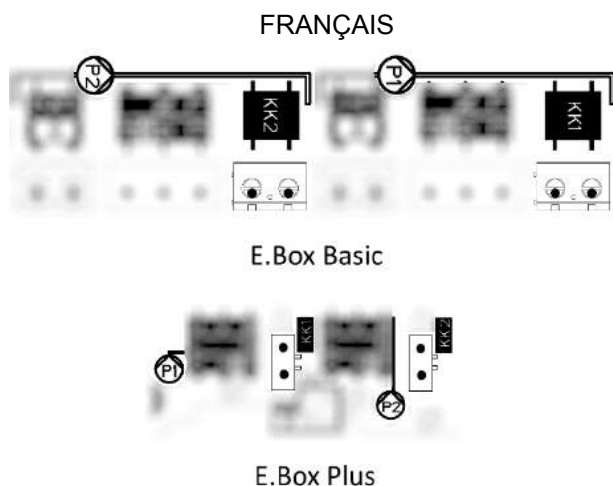

Figure 45 : Entrées protection thermique KK
- **Protection thermique des moteurs** : le dispositif comprend une entrée pour la protection thermique de chaque moteur. Si le moteur utilisé comprend une protection thermique, celle-ci peut être connectée aux bornes KK. Si le moteur ne comprend pas cette protection, un pont doit être créé sur les bornes. O les bornes sont visibles à la Figure 45.